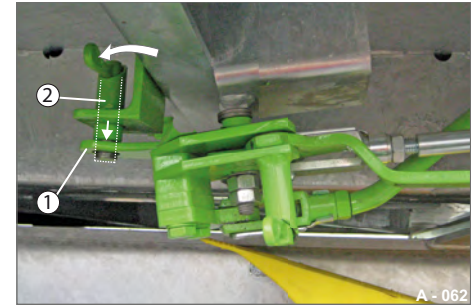

Abb. 60 Fixierte Stellung
- ▶ Drehen Sie den Hebel des Verriegelungsbolzens 2 (Abb. 60/2) um, so dass die Sicherungsplatte (Abb. 60/1) gesichert ist.
- ▶ Entsichern Sie die Sicherungsplatte (Abb. 60/1).